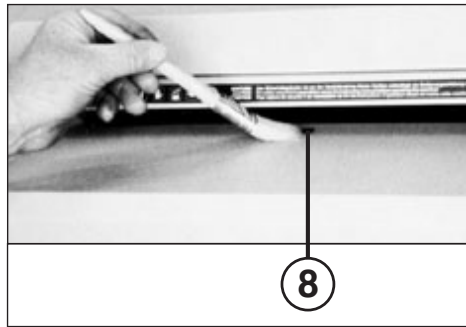

Рис. 5
### ЧИСТКА ФОТОЯЧЕЕК (8) (рисунок 5):